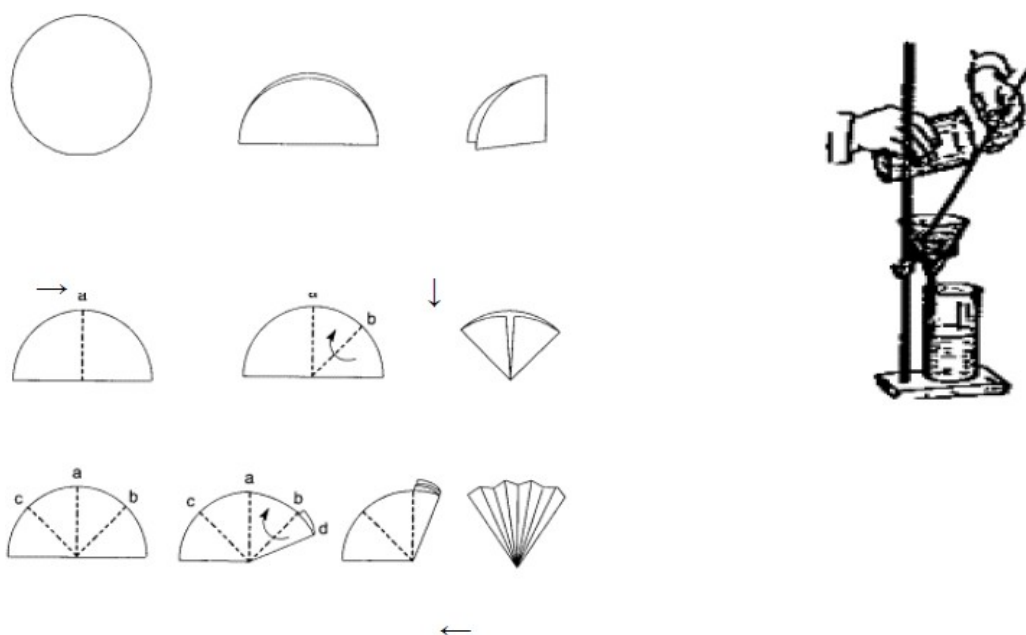

Figura 5. Técnica para doblar el papel filtro
- El doblado del papel filtro se realiza como indica la figura 5
- Se coloca en el embudo humedecido con una pequeña cantidad de agua destilada, presionando con los dedos el borde superior evitando así el paso de aire entre el embudo y el papel filtro. (ver figura 5)